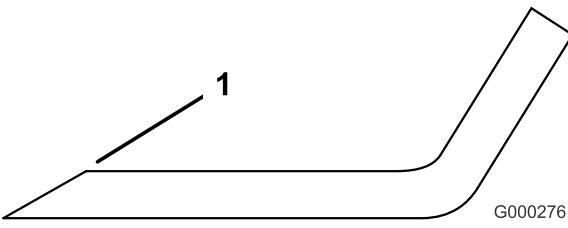

図 26
- 注** 研磨は刃先の上面だけを行い、刃の元々の角度を変えないように十分注意する（図 26）。ブレードの左右を均等に削れば、バランスを狂わすことなく研磨を行うことができる。